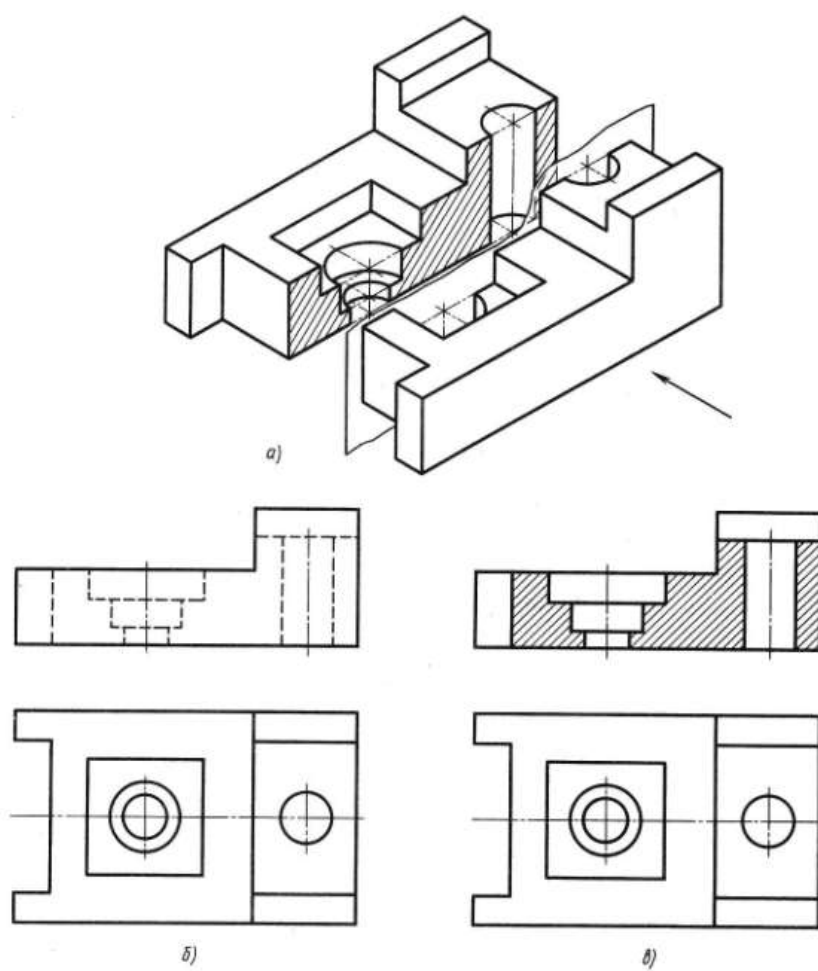
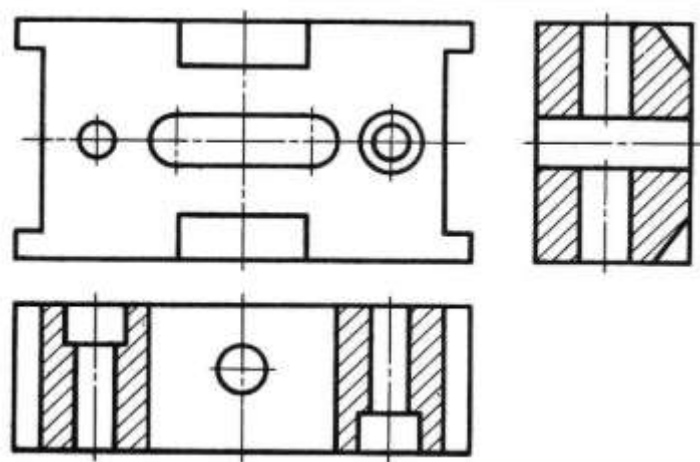

Рис.3
Рис.4
**Разрез** — изображение предмета, мысленно рассеченного одной или несколькими плоскостями, при этом мысленное рассечение предмета относится только к данному разрезу и не влечет за собой изменения других изображений того же предмета. На разрезе показывается то, что получается в секущей плоскости и что расположено за ней. Другими словами, часть предмета, находящуюся между плоскостью, разрезающей его, и человеком, строящим изображение, мысленно удаляют, как показано на рис. 3(а). Направление взгляда здесь указано стрелкой. В результате внутреннее строение детали становится видимым. При этом линии невидимого контура (рис. 3,б) обводят линией видимого контура
Разрез, выполненный одной секущей плоскостью, называется простым (рис.3).
В разрезе изображают то, что расположено в плоскости разреза, и то, что расположено за ней. Стенки модели или детали, которые условно разрежала проведенная плоскость, заштриховывают тонкими сплошными линиями под углом  $45^\circ$  к горизонтальным линиям основной надписи. Если направление штриховки совпадает с направлением какой-либо контурной линии, то штриховку выполняют под углом  $30^\circ$  или  $60^\circ$  к линиям основной надписи. Расстояние между линиями штриховки в зависимости от площади штриховки может быть равно от 1 до 10 мм. Те части предмета, которые расположены за плоскостью разреза, не заштриховывают (рис. 3,в). Если на чертеже детали выполнено несколько разрезов, то все они должны иметь одинаковое направление наклона штриховки и одинаковый интервал между линиями штриховки (рис. 4).
Разрез, выполненный на одной плоскости проекций, не влияет на изображения предмета на других проекциях. Так, например, на рис.3(в) изображен разрез на фронтальной проекции, а на горизонтальной проекции деталь изображена полностью, т. е. то, что условно удалено на одной проекции, сохраняется на других проекциях.
Внутреннее устройство предмета, выявленное разрезом, на других проекциях невидимым контуром не изображается. Для выявления внутренней формы предмета на одном чертеже может быть выполнено несколько разрезов (рис.4).
При вертикальном разрезе плоскость разреза перпендикулярна горизонтальной плоскости проекций (рис. 3,в). Такой разрез может быть выполнен на фронтальной и профильной плоскостях проекций.
При горизонтальном разрезе плоскость разреза параллельна горизонтальной плоскости проекций (рис.4).
Разрез, выполненный плоскостью вдоль длины детали, называют продольным (рис. 3,в), а — перпендикулярно к её длине или высоте — поперечным (рис.4).
При выполнении разреза выявляется внутреннее устройство предмета, но частично теряется его внешний вид (рис.3, а, в). Такой разрез называют полным. Его рекомендуется применять, если в плоскости разреза форма детали несимметричная (рис. 3, 4).